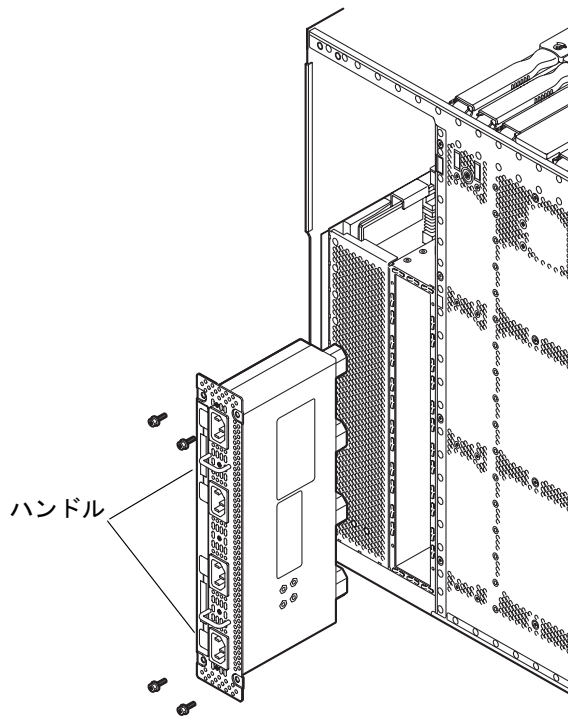

図 7-4 電源ボックスの取り外し (Sun Fire V1280 の例)
電源ボックスは、システムの左背面にある金属製の有孔板のすぐ右にあります (図 7-4)。
4. 電源ボックスを固定している 4 本のプラスのねじを取り外します (図 7-4)。
1. 電源ボックスをシステムの背面に挿入し、4本のプラスのねじを使用して固定します (図 7-4)。